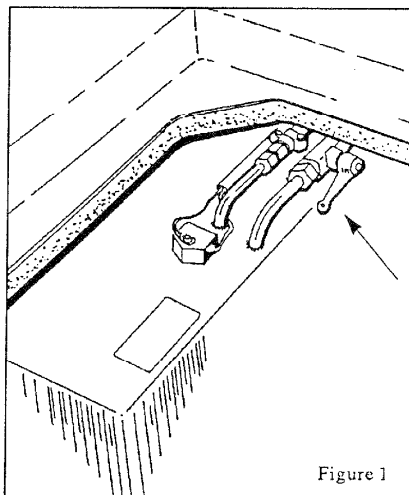

Figure 1
- Ne pas fermer les robinets de carburant (situés sous la banquette de carré à bâbord et sous le bar à tribord, voir figure 1) entre chaque utilisation, sauf absence prolongée.
- Don't shut the fuel valves (located under the saloon settee on port and under the bar on stbd, see figure 1) after every utilization, except before an extended unattended period,
- No cerrar el grifo de alimentación en carburante entre cada utilización, (situar debajo de las banquetas del salón babor y bajo del bar estribor, figure 1), excepto en caso de ausencia duradera.